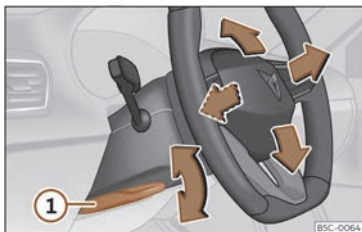

Fig. 95 Maneta din partea stângă jos a coloanei de direcție.
- Trageți maneta >>> **fig. 95 ①** în jos, aduceți volanul în poziția dorită și ridicați la loc maneta până când se blochează.
- După ce ați reglat coloana de direcție, împingeți maneta >>> **fig. 95 ①** ferm în sus pentru a vă asigura că poziția volanului nu se modifică în timpul deplasării.